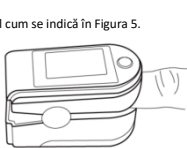

Figura 5. Puneți degetul în poziție
- Degetul trebuie așezat corect (vezi figura 5 atașată), deoarece montarea incorectă sau poziționarea incorectă a degetului în contact cu senzorul va influența măsurarea.
5.2 Deschideți clema astfel cum se indică în Figura 5.